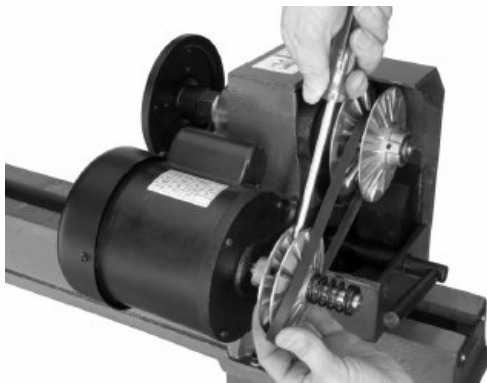

Abb. 20: Austausch des Keilriemens
Schritt 3: Ziehen Sie die Seite der Riemenscheibe mit einer Hand gegen die Feder und rollen Sie den alten Riemen mit der anderen Hand von der Kante ab, wie in Abbildung 20 dargestellt.